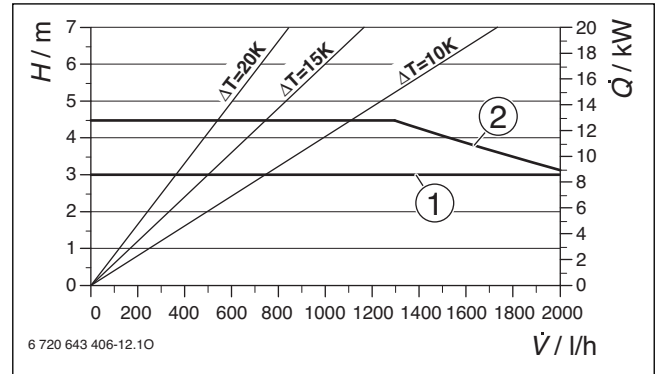

Bild 243 Pumpenkennlinien
**Legende zu Bild 243 und 244:**